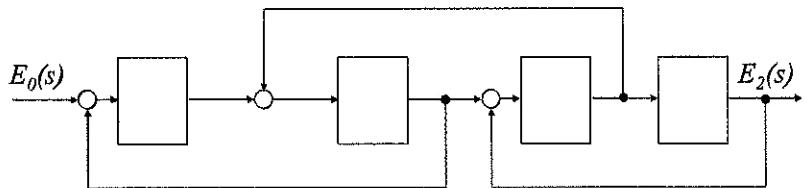

Fig.7-2
- (b) (2-a)で導出した関係式をs領域(s-domain)に変換すると、Fig.7-2の構造を有したブロック線図(block diagram)で表せる。
このとき、Fig.7-2のブロック線図を完成させよ。なお、s領域における入力電圧は $E_0(s)$ 、コンデンサ $C_1$ 、 $C_2$ における端子間電圧はそれぞれ $E_1(s)$ 、 $E_2(s)$ 、電流は $I_i(s)$ ( $i=1 \sim 3$ )で表せ。